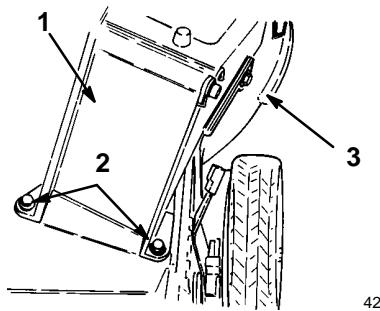

Figure 33
1. Boulons (4) 2. Plaque de paillage
3. Mettre le conduit d'éjection en place sur le carter de tondeuse en faisant correspondre les trous d'assemblage de part et d'autre (Fig. 33).